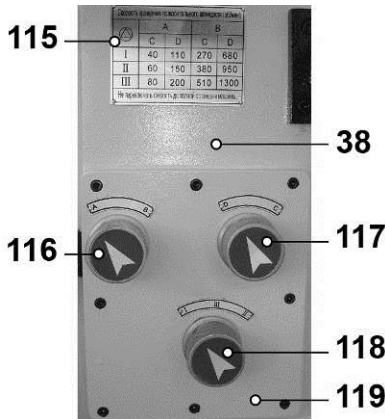

Рис. 46
10.9.23. Для регулировки частоты вращения горизонтального шпинделя необходимо на колонне (38) (с правой стороны) выбрать на щитке переключателей скоростей вращения горизонтального шпинделя (119) и по таблице (115) необходимую частоту вращения шпинделя (Рис. 46).
10.9.24. Как показано на Рис. 46 и согласно таблице